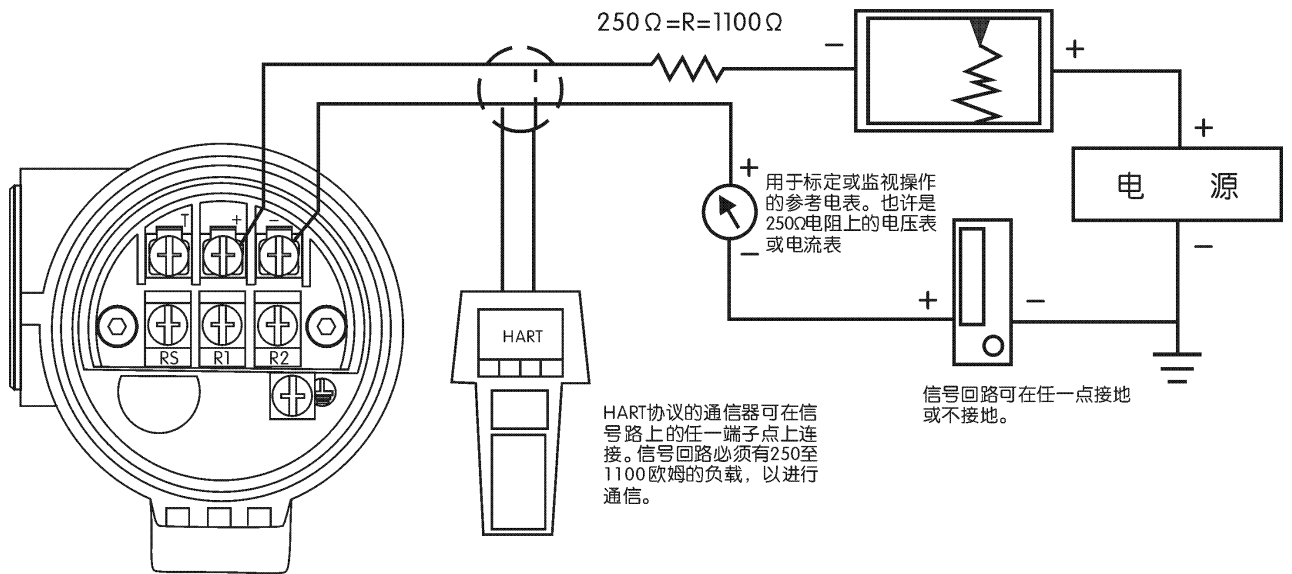

图 6 将通信器连到智能液位控制器回路
5.3.1 电气安装必须正确以防止由于电噪声引起的误差。在电噪声的环境中为了得到最好的通讯结果，应当采用屏蔽电缆。在回路中必须有 250 至 1100 欧姆范围内的电阻，以便与 HART 协议的通信器通信，见图 6。